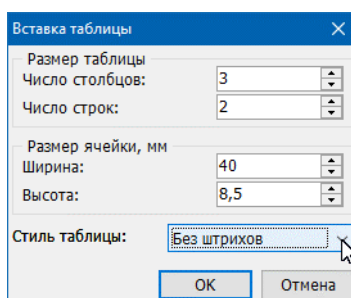

Рис. 10.52. Окно Вставка таблицы
- в открывшемся окне (Рис. 10.52) **Вставка таблицы** указать число столбцов и строк, их ширину и высоту, а также стиль таблицы;